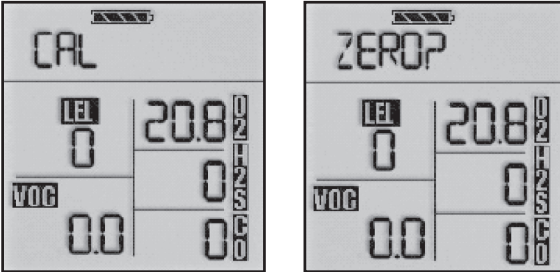

Figura 18:
3. Tenere premuto il pulsante RESET/▼ finché **CAL ZERO?** non lampeggia sul display (Figura 18).